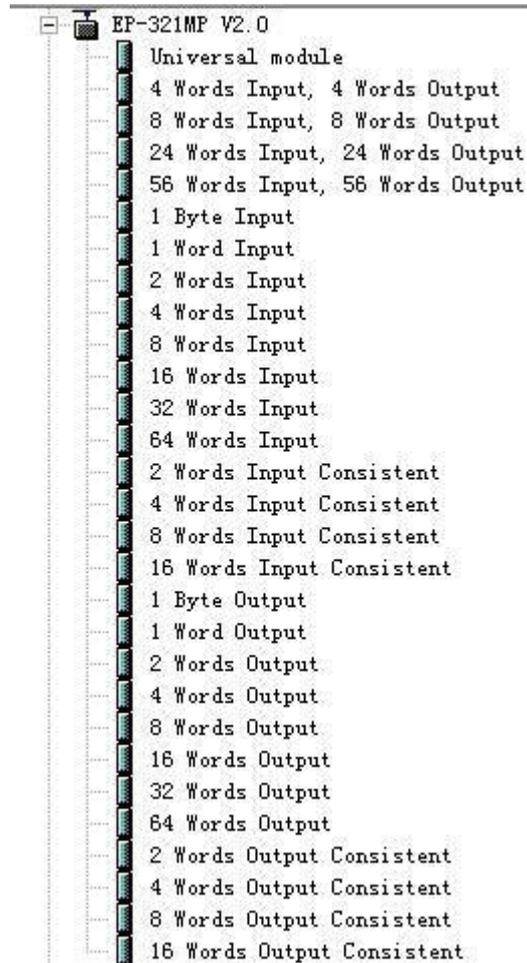

图9
6. 您可以在这里找到您注册的设备，右侧窗口 /PROFIBUS DP/Additional Field Devices/Converter/EP-321MP/, 如图 9 所示